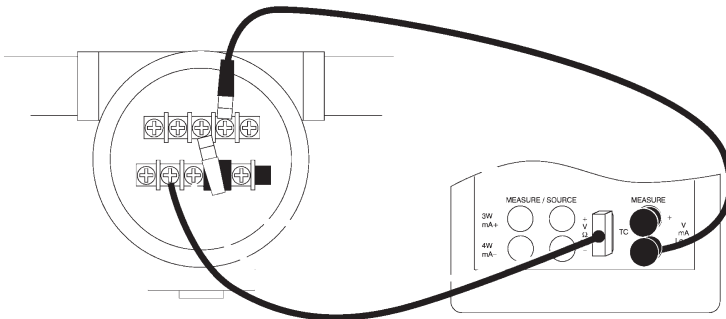

Abb. 21. Kalibrierung eines Sensors
4. Den Kalibrator wie in Abbildung 21 am Sensor anschließen.